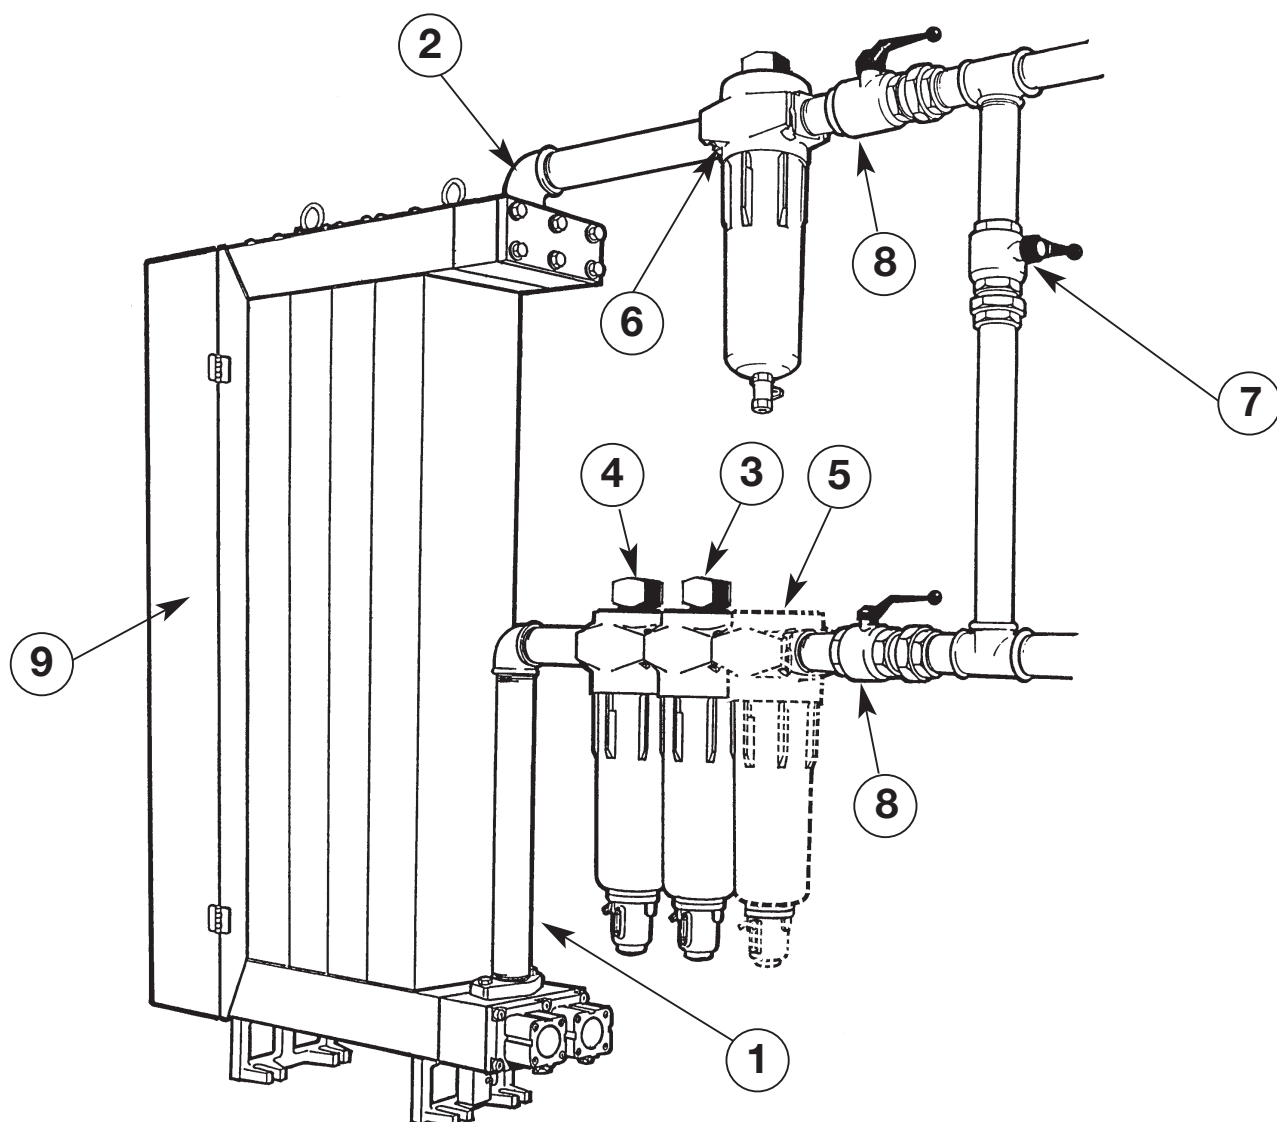
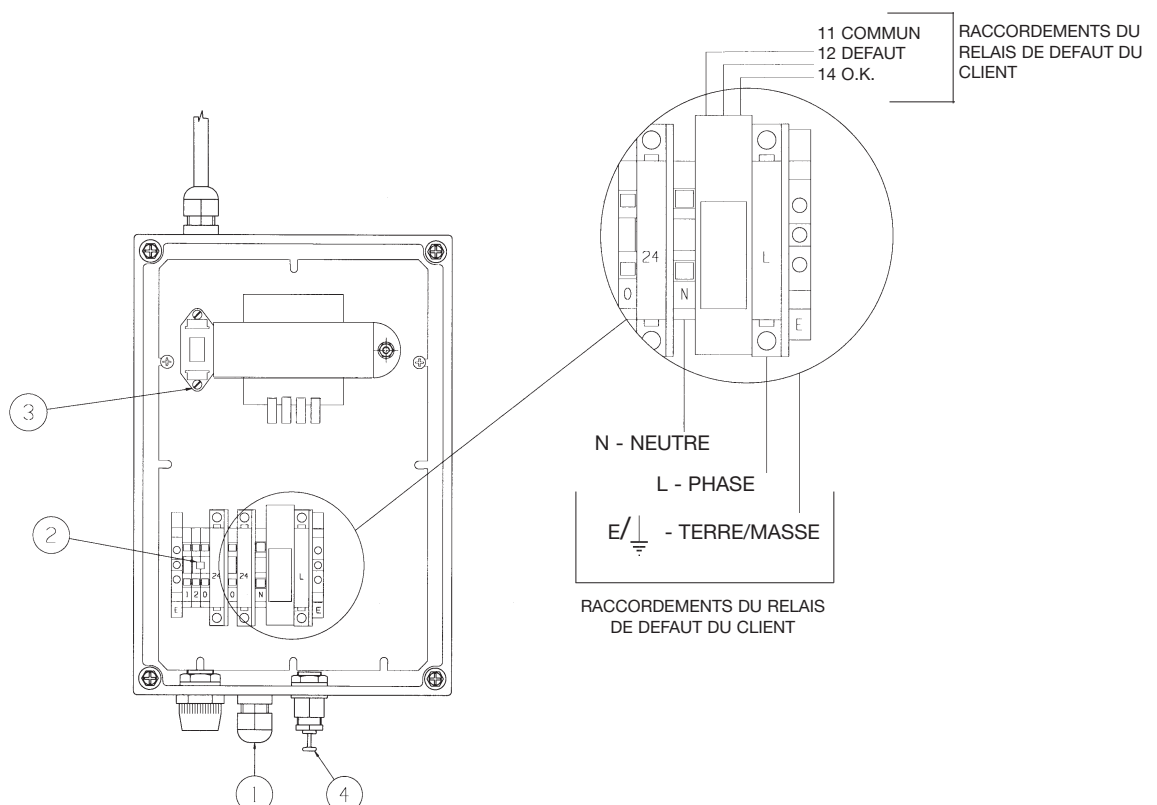
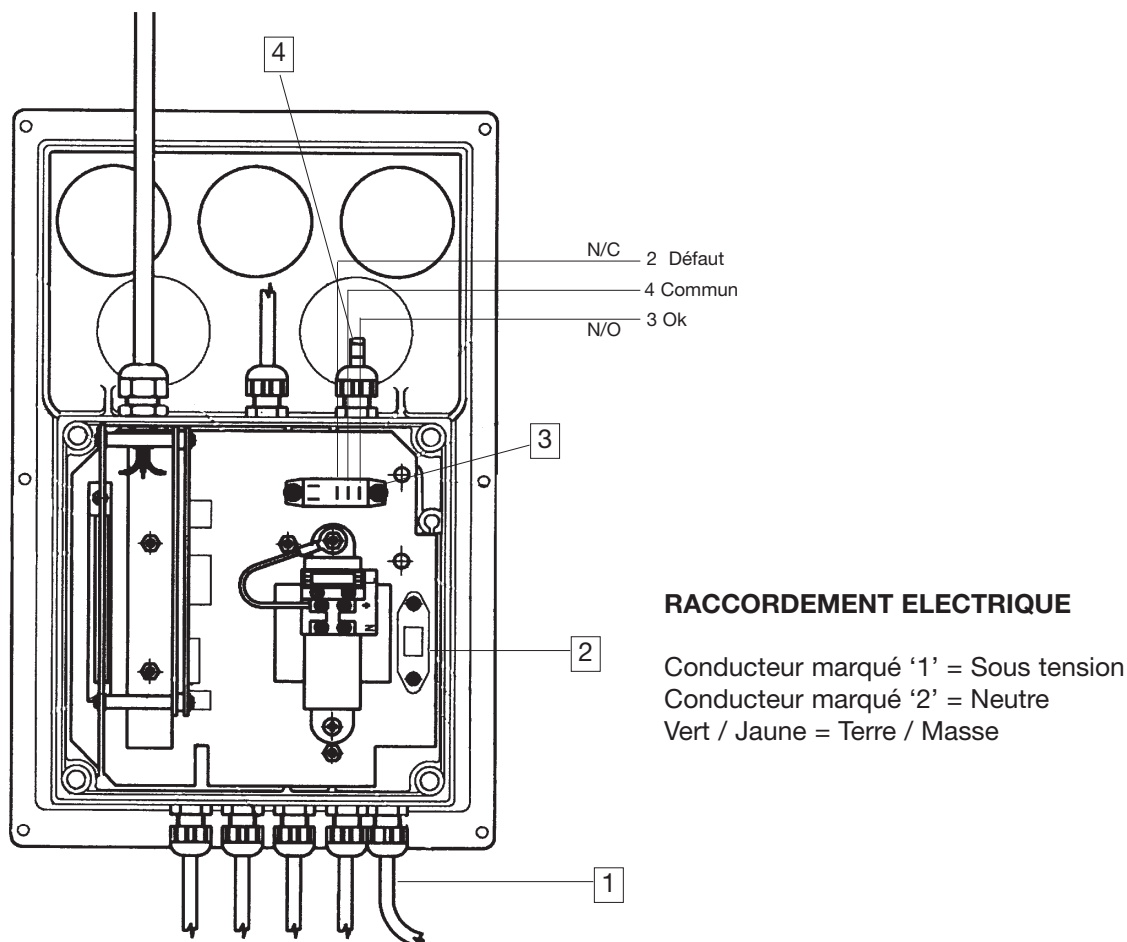

Figure 2 - INSTALLATION TYPE A UN SEUL MODULE
Figure 3 - ARMOIRE TRANSFORMATEUR - MODELES DXE
Figure 4 - ARMOIRE DE COMMANDE - MODELES DXS
C) INSTALLATION PNEUMATIQUE DE VOTRE SYSTEME (Voir Figure 2)
RACCORDEMENT ELECTRIQUE (Voir Figure 3)
Ouvrir le capot (9 - Figure 2) et localiser le transformateur (voir Figure 3 pour l'apparence générale). Retirer les 4 vis de fixation du couvercle transparent et retirer le couvercle.
Brancher les câbles aux bornes (2) comme illustré à la Figure 3 et s'assurer que le sélecteur de tension (3) affiche la tension correcte. Serrer le presse-étoupe (1) et remettre le couvercle en place.
Pour l'indication de défaut distant, on dispose d'un relais à contact sec. Pour accéder à cette fonction, faire passer le câble par le support comme ci-dessus et dans l'enceinte du transformateur via le presse-étoupe (4) inutilisé après avoir enlevé l'obturateur. Les raccordements au relais sont indiqués à la figure 3. En fonctionnement normal, le relais est en permanence sous tension et se met hors tension en cas de panne secteur ou de situation de défaut. Le relais est conçu pour fournir un signal de défaut et ses valeurs nominales sont 250 V CA, 1 A maximum.
RACCORDEMENT ELECTRIQUE (voir Figure 4)
Ouvrir le capot (9 - Figure 2) et localiser l'armoire de commande (voir Figure 4 pour l'apparence générale).
Ouvrir le capot (9 - figure 2) et localiser l'enceinte du contacteur (voir figure 5 pour l'apparence générale), puis identifier le mini-disjoncteur (3). Enlever le couvercle du mini-disjoncteur.